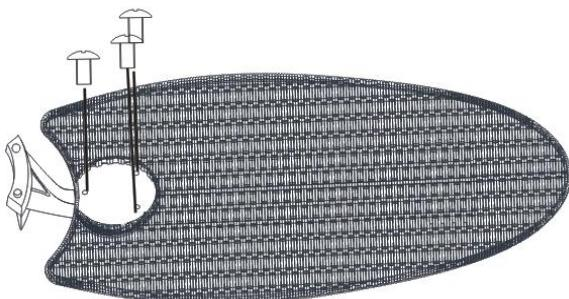

Fig. 6
5. Monte las aspas y los soportes de las aspas con el juego de tornillos. (Fig. 6)